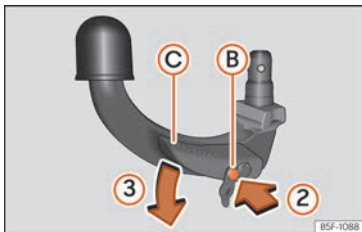

Fig. 264 Paso 2
- Presione el perno de desbloqueo ② el sentido de la flecha ② y al mismo tiempo presione la palanca ③ el sentido de la flecha ③ hasta el tope »» fig. 264.